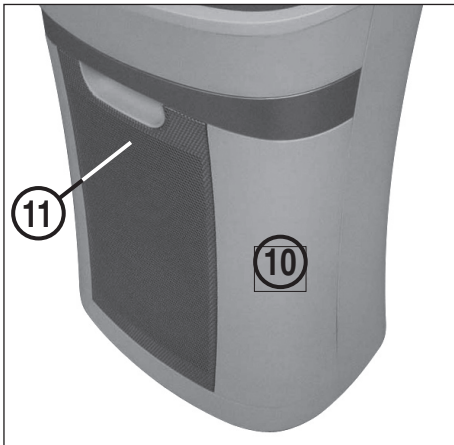

Abb. 3
10 = Auffangbehälter (Abb. 3)
11 = Kontrollfenster zur Füllstandsanzeige (Abb. 3)
ENTLEEREN DES AUFFANGBEHÄLTERS (Abb. 3):
Wird das Schnittgut im Kontrollfenster zur Füllstandsanzeige (11) (Abb. 3) oben sichtbar muß der Auffangbehälter (10) entleert werden.